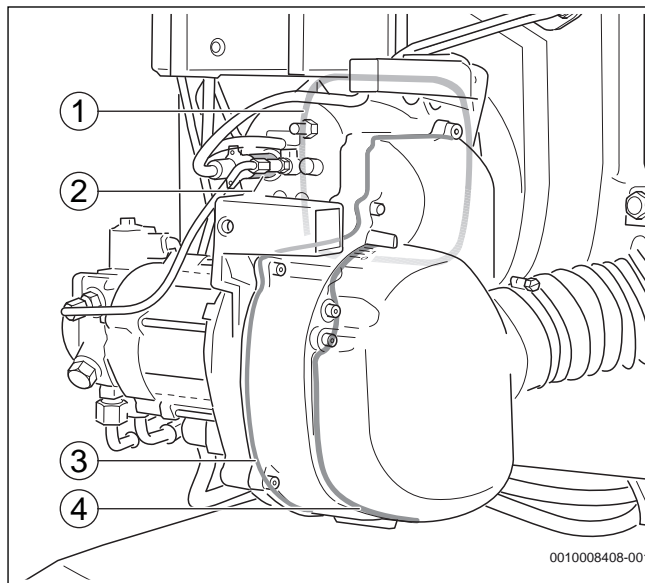

Рис. 44 Дополнительное уплотнение
- Плоское уплотнение фланца горелки (→рис. 44, [1])
- Кронштейн крепления датчика пламени (→рис. 44, [2])
- Основание корпуса с уплотнением круглым шнуром (→рис. 44, [3])
- Уплотнение шумоглушителя (→рис. 44, [4])